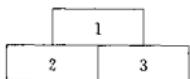

图 18-18
**2. 安装按拆卸的相反顺序进行****3. 检查****调速电阻的检查 (见图 18-18)**